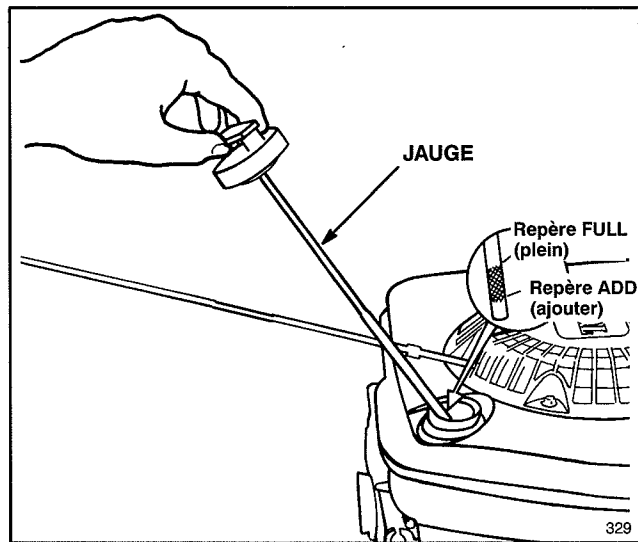

Figure 4
REEMPLIR LE CARTER D'HUILE (Fig. 4)
Avant chaque usage, s'assurer que le niveau d'huile se situe entre les repères ADD et FULL (Fig. 4). Ajouter de l'huile suivant les besoins.
1. Placer la tondeuse sur une surface plane et nettoyer le pourtour de la jauge d'huile (Fig. 4).
3. Essuyez la jauge d'huile et insérez-la dans le col de remplissage. Tournez le bouchon d'un quart de tour dans le sens des aiguilles d'une montre. Enlevez ensuite la jauge d'huile et vérifiez le niveau d'huile (Fig. 4). Si le niveau est bas, ajoutez une quantité d'huile qui soit tout juste suffisante pour amener le niveau à la marque FULL (PLEIN) sur la jauge d'huile. **NE REMPLISSEZ PAS AUDELA DE LA MARQUE FULL (PLEIN) CAR LE MOTEUR POURRAIT ETRE ENDOMMAGE LORS DU DEMARRAGE.**
1. Nettoyer le pourtour du bouchon d'essence et le retirer (Fig. 4). Remplir d'essence sans plomb jusqu'à 6 ou 13 mm (1/4 ou 1/2 pouce) du haut du réservoir. L'espace laissé libre permettra l'expansion du carburant.